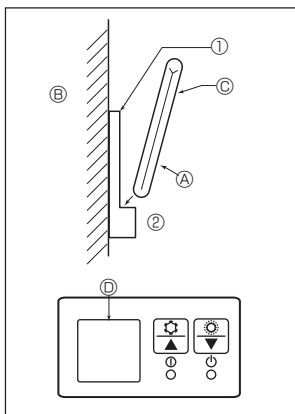

Fig. 6-7
2) Método de instalación (Fig. 6-7)